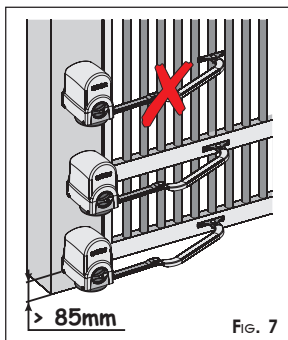

Fig. 7
② Déterminer la hauteur de l'opérateur en tenant compte des points suivants:
- la patte de fixation du bras courbe doit se trouver dans une zone où la fixation au vantail du portail est possible (Fig.7)
- la hauteur minimum du sol de l'opérateur doit permettre la fixation du bras courbe et le positionnement du carter inférieur (au moins 85mm, voir fig.7)